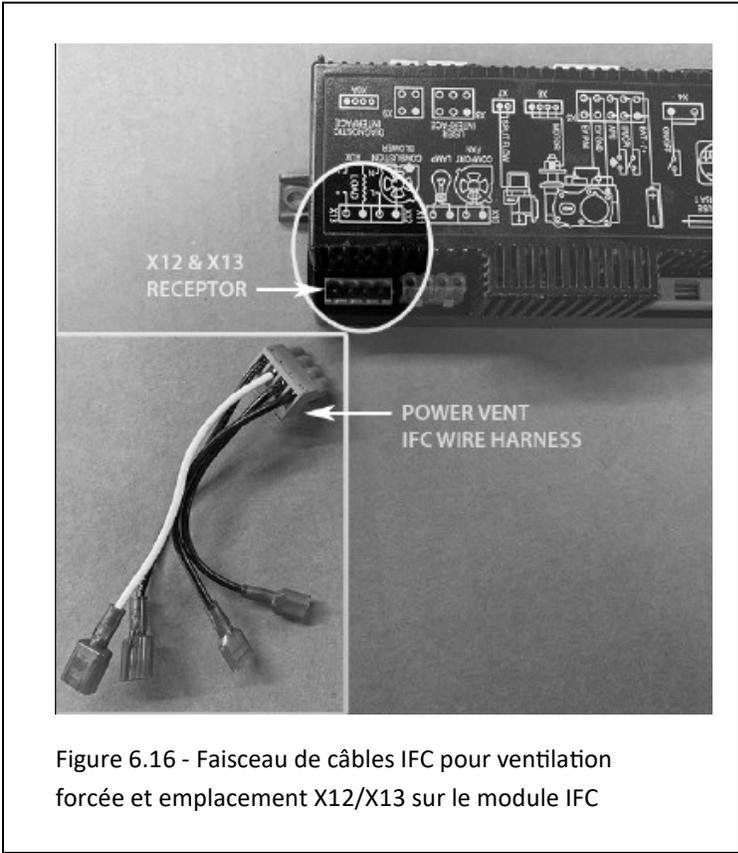

Figure 6.16 - Faisceau de câbles IFC pour ventilation forcée et emplacement X12/X13 sur le module IFC
5. Assurez-vous d'avoir effectué les étapes de préparation nécessaires dans la section 7.0 avant cette étape. Localisez le faisceau de câbles Power Vent IFC dans le paquet de composants. Branchez le connecteur dans le récepteur de prise X12 et X13. Voir Figure 6.16.